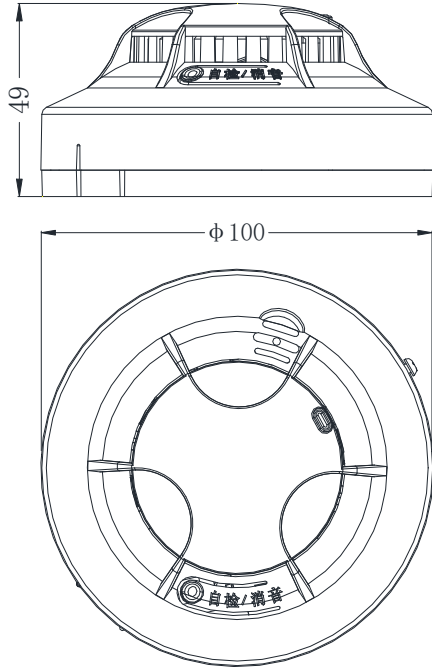
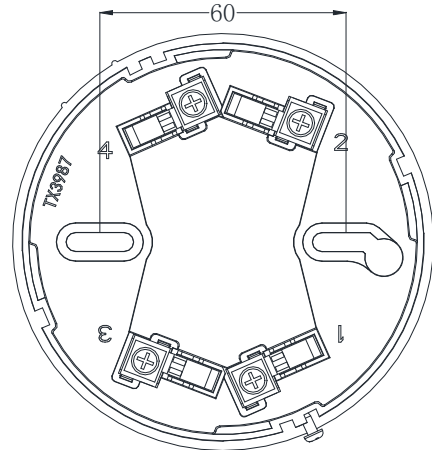

图 1 TR3210 外形尺寸示意图
图 2 TR3210 安装尺寸示意图
1、探测器的外形尺寸及安装尺寸示意图如图 1、图 2 所示（单位：mm）